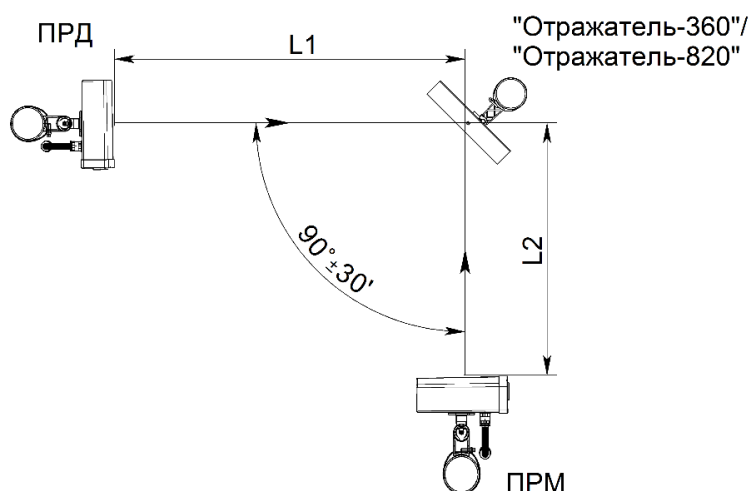

Рисунок 2.13 – Установка извещателей с применением отражателя «Отражатель-360» («Отражатель-820»)
2.3.9.2 При работе извещателей с «Отражателем-360» (см. рисунок 2.13) суммарная длина зоны обнаружения $L1 + L2$ (где $L1$ – расстояние между блоком ПРД и отражателем, $L2$ – расстояние между отражателем и блоком ПРМ) не должна превышать: